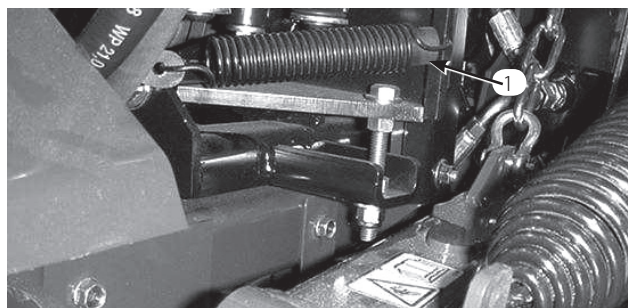

図 55
3. トラクション調整カムのロックナットをゆるめる (図55)。
調整ロッドのジャムナット（図55）を締めて必要な張りを出します。